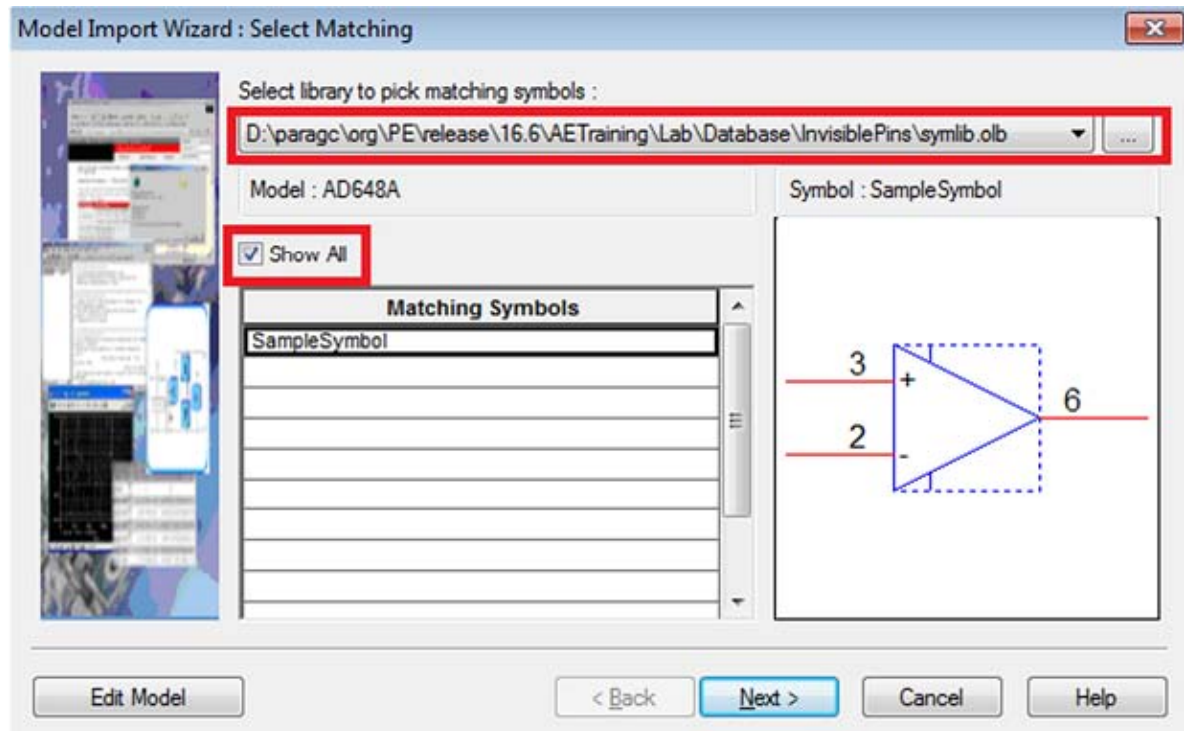

图 25 挑选匹配符号
5、选择文件库匹配该器件，注意勾选上“show all”，如图 25 如果没有勾选上，只会显示管脚数和需要建模的器件相同的元件符号，而且不包含隐藏管脚。